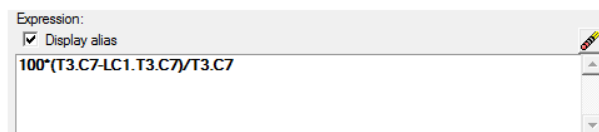

图 13-64 完成表达式创建
(6) 在 Table 中选择 Stress。
(7) 在 Table components 中选择 vonMises。
(8) Layer 和 Resource 保留默认选项。
(9) 将 Loadcase 和 Frame 设置为 Current。
(10) 单击 Insert 按钮，将结果添加到 Expression。
(11) 在 Expression 框中的 T3C7 后输入减号 “-”。
(12) 指定一个 vonMises 应力的特定 Loadcase。在 Loadcase 框中选择 SUBCASE 1 = Load Case 1: Max Torque，单击 Insert 按钮。
(13) 在 Expression 框中的表达式开头输入 100*(。
(14) 在表达式末尾输入 “)/T3.C7”，如图 13-64 所示。